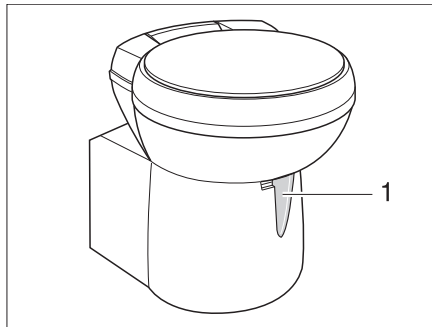

Bild 259 Thetford-Toilettenschüssel, schwenkbar
- Vor dem Spülen den Schieber der Thetford-Toilette öffnen. Dazu den Schieberhebel (Bild 259,1) entgegen dem Uhrzeigersinn schieben.